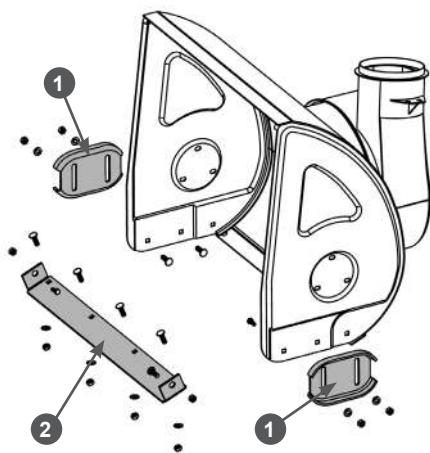

Рис. 51 Обслуживание кожуха шнеков
1. Открутите гайки, извлеките болты крепления ползков 1 (Рис. 51) и снимите ползки с кожуха шнеков.
2. Переверните ползки на 180 градусов или установите новые ползки и закрепите их четырьмя болтами и гайками (Рис. 51). Перед окончательной затяжкой гаек отрегулируйте высоту забора снега.
Для наглядности на Рис. 51 кожух шнеков показан без шнеков, редуктора и валов.
1. Открутите гайки, извлеките болты крепления и снимите нижнюю накладку 2 с кожуха шнеков (Рис. 51).
2. Установите новую нижнюю накладку и закрепите ее болтами и гайками (Рис. 51).